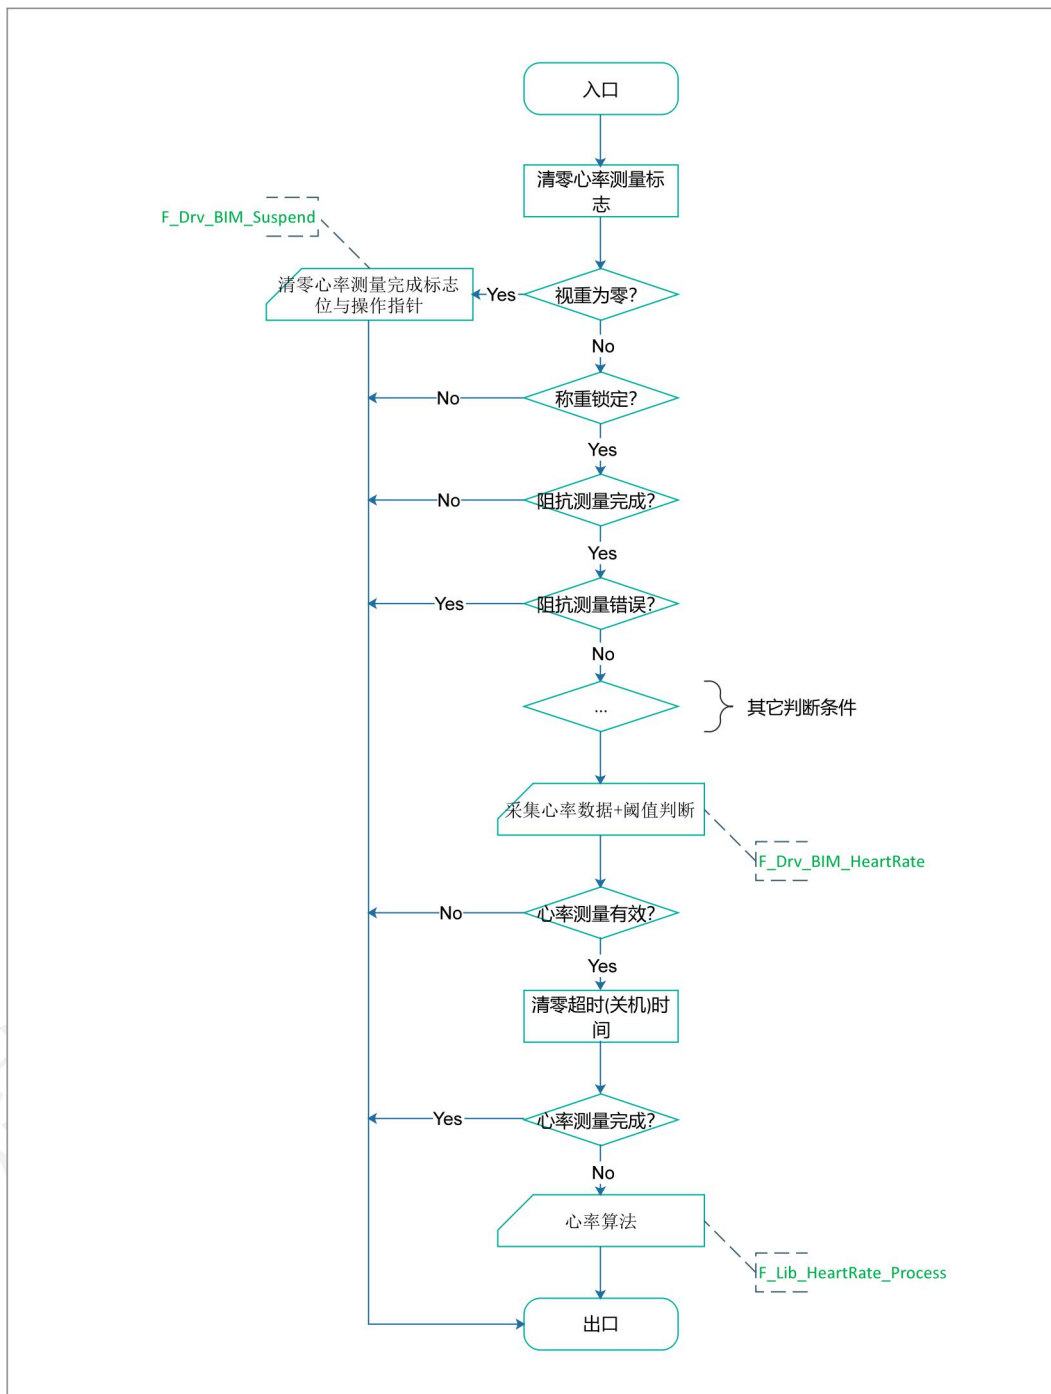

图 2-12 心率测量流程图
-- 心率算法库函数。系统通过“F_Drv_BIM_HeartRate”函数采集心率 AD 值，然后调用心率算法库函数“F_Lib_HeartRate_Process”即可。为了防止心率算法出现异常，调用算法需要满足一系列前置条件，详见图 2-12 心率测量流程图。